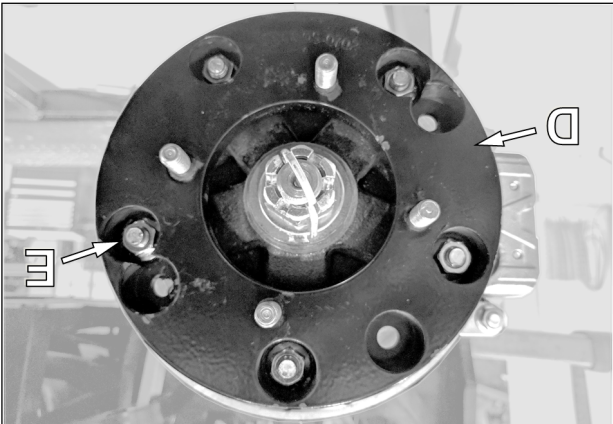

Fig. 18
6. Installer un espaceur de roue (D) au moyen avant à l'aide des écrous de roue (E) fournis. Voir la Fig. 18